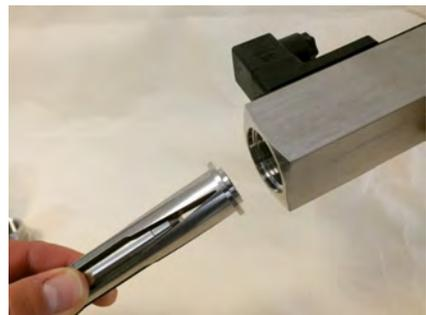

Abb. 55: Innenteile einführen
7. ➔ Zentrierscheibe (Eingang), Schwebekörper und Schlitzdüse in Gerät einführen (Abb. 55)